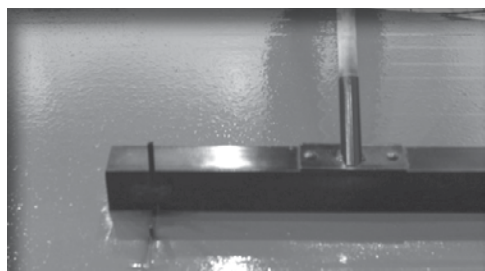

Figure 15
2. Technique de ragréage avec sous-finition autolissante modifiée aux polymères (figure 15) – Tous types de revêtements